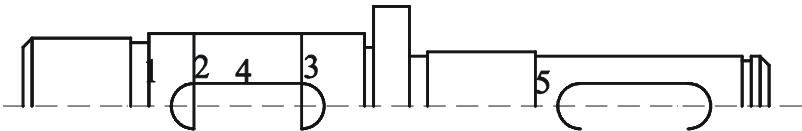

图 8-1-4
STEP 04 绘制泵轴键槽的上半部分，如图 8-1-4 所示，其操作步骤如下；
选择对象：找到 2 个 // 选择图 8-1-4 的线段 2 和线段 3